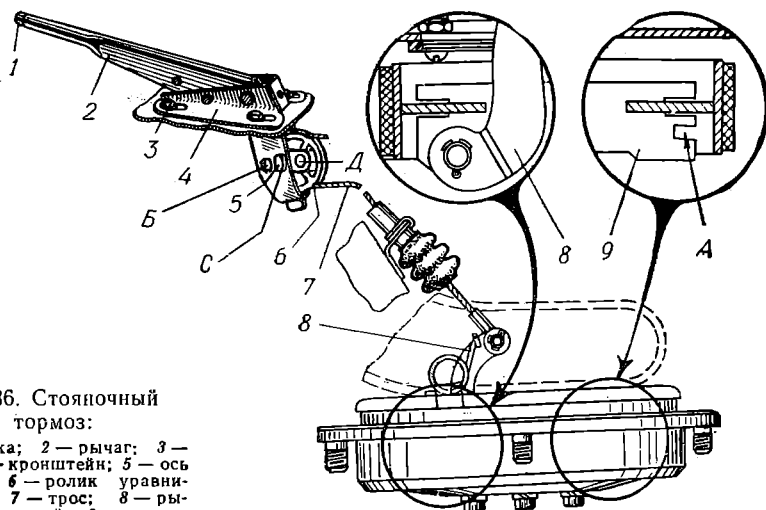

Рис. 86. Стояночный тормоз:
Стояночный тормоз (рис. 86) предназначен для затормаживания автомобиля на стоянках и удержания его на уклонах. Пользоваться им как рабочим тормозом следует только в аварийных случаях, при неисправных тормозах ножного привода.
1. Натяжка троса путем перемещения кронштейна 4 (см. рис. 86) рычага тормоза вперед. Для этого отпустите четыре болта 3 крепления кронштейна к туннелю кузова и сдвиньте кронштейн по овальным отверстиям вперед.